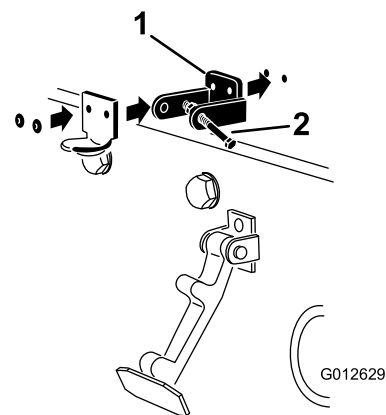

Figure 16
Remarque: Le support de loquet doit être appuyé contre le capot (Figure 16). Ne retirez pas le boulon et l'écrou du bras du support de loquet.
5. Rivez les supports et les rondelles sur le capot (Figure 16).